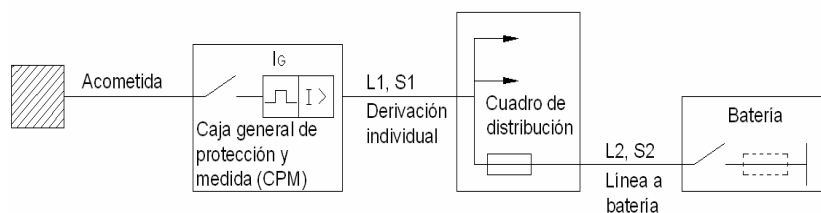

Fig. A2-1. Red eléctrica desde la acometida a la industria hasta la batería de condensadores
Como ya se ha mencionado en el apdo. 4 la protección del cable se encomienda habitualmente a un interruptor magnetotérmico o fusible colocado en el punto de derivación de la alimentación a la batería (fig. A2-1) y cuya misión es la de cubrir tanto la protección contra sobrecargas como contra cortocircuitos.
- Sección mínima S_1 superior o igual al doble de S_2 de la batería (fig. A2-1)
TABLA II. Cable de alimentación de la batería. Longitud máxima protegida por el interruptor general I_G (fig.A2-1)